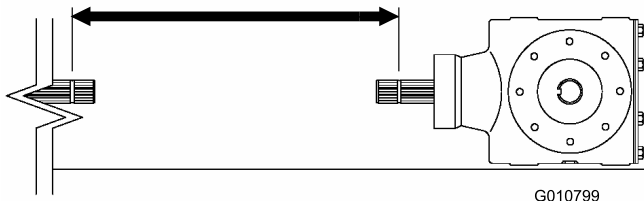
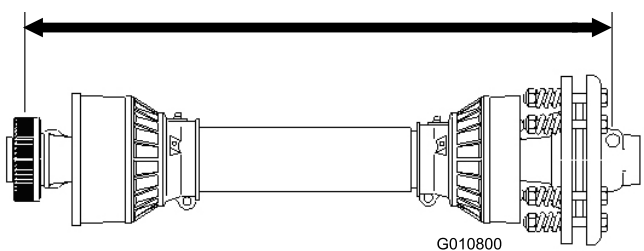

Bild 14
Bild 15
5. Messen Sie den Abstand zwischen der Arretierkerbe am Ende der Traktorzapfwelle und der Arretierkerbe an der Zapfwelle des Aerifiziergetriebes (Bild 14). Notieren Sie diesen Wert. Beispiel: 70 cm
6. Messen Sie den Abstand an der Zapfwelle zwischen der Mitte der Arretierbolzenkugel an einem Ende und der Mitte des Arretierbolzens am anderen Ende (Bild 15). Notieren Sie diesen Wert. Beispiel: 81 cm
7. Verwenden Sie den kleineren der Werte, die Sie in Bild 14 und Bild 12 erhalten haben und subtrahieren Sie den Wert vom Wert, den Sie in Bild 15 erhalten haben. Beispiel: 81 cm minus 67 cm ist gleich 14 cm.